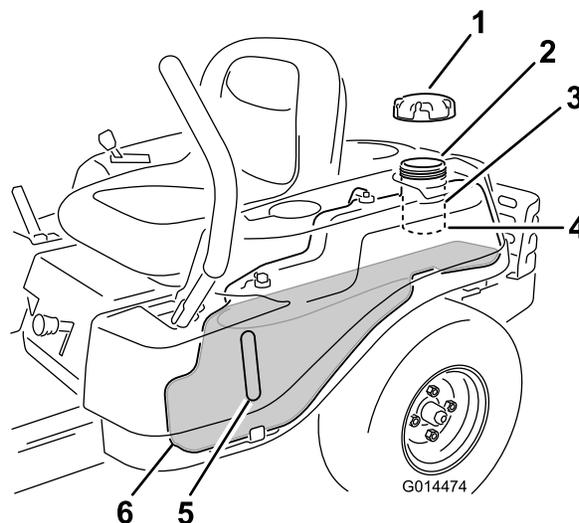

Figura 9
**Nota:** Pode utilizar a janela do combustível para verificar a presença de gasolina antes de encher o depósito (Figura 9).
2. **Lentamente** adicione gasolina normal, sem chumbo até o combustível chegar à base do tubo de enchimento (Figura 9).